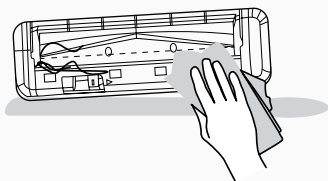

Fig. 13
4. Använd den torra trasan för att ta bort eventuella trassel från omröraren och smuts på borsten. Tappa inte bort gummihylsan på kullagret. [Fig. 13]